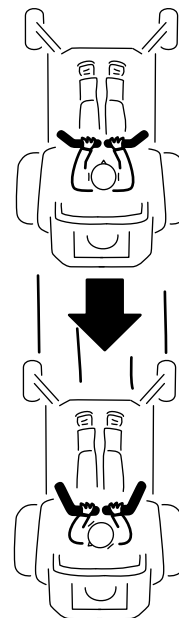

Figura 34
2. Para ir hacia atrás, tire lentamente de las palancas de control de movimiento hacia atrás (Figura 34).